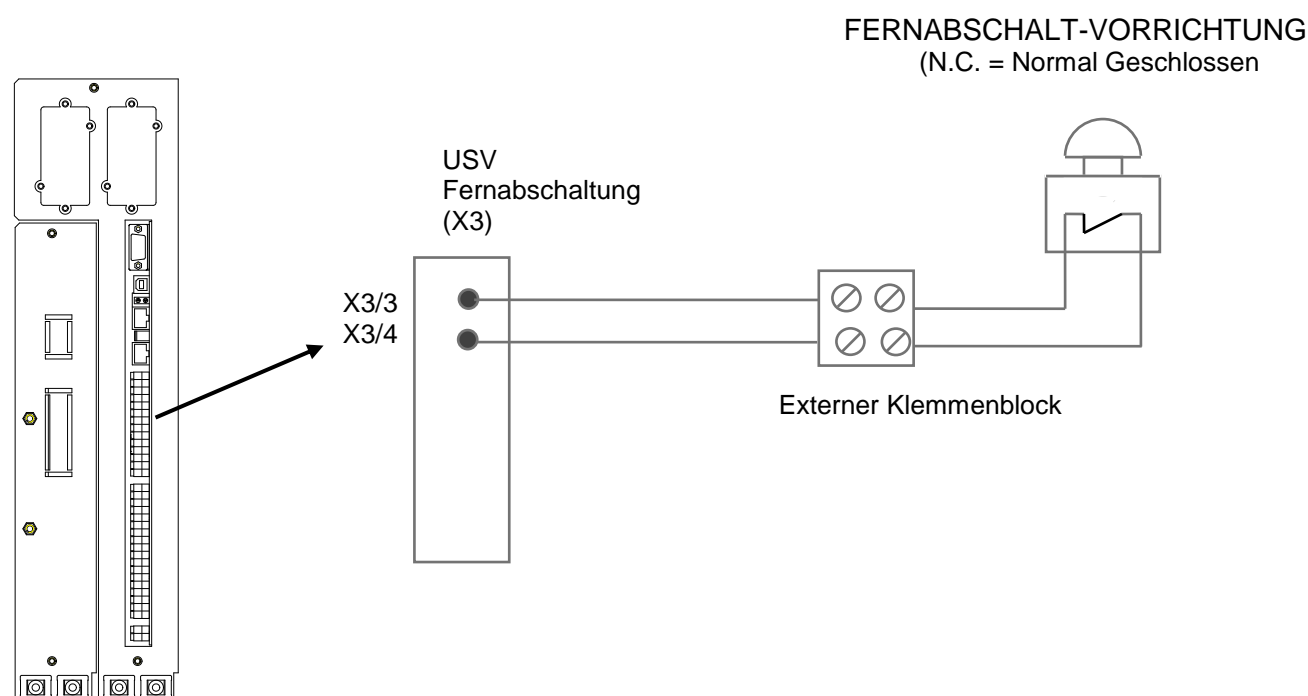

Abb. 1.2 Verkabelung Fernabschalt-Vorrichtung PW 33 400-500KW
2. Schließen Sie das Kabel entsprechend Abb. 1.2 an